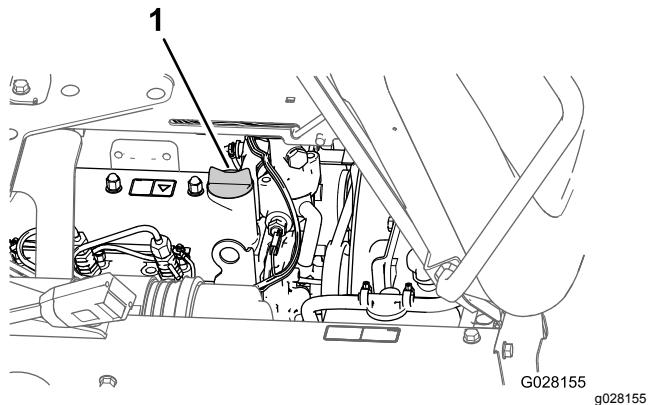

Figure 71
5. Enlevez le bouchon de remplissage d'huile du goulot de remplissage sur le couvre-culasse et versez avec précaution environ 80 % de la quantité d'huile spécifiée dans le goulot de remplissage (Figure 71).
8. Remettez le bouchon de remplissage d'huile dans le goulot de remplissage (Figure 71).